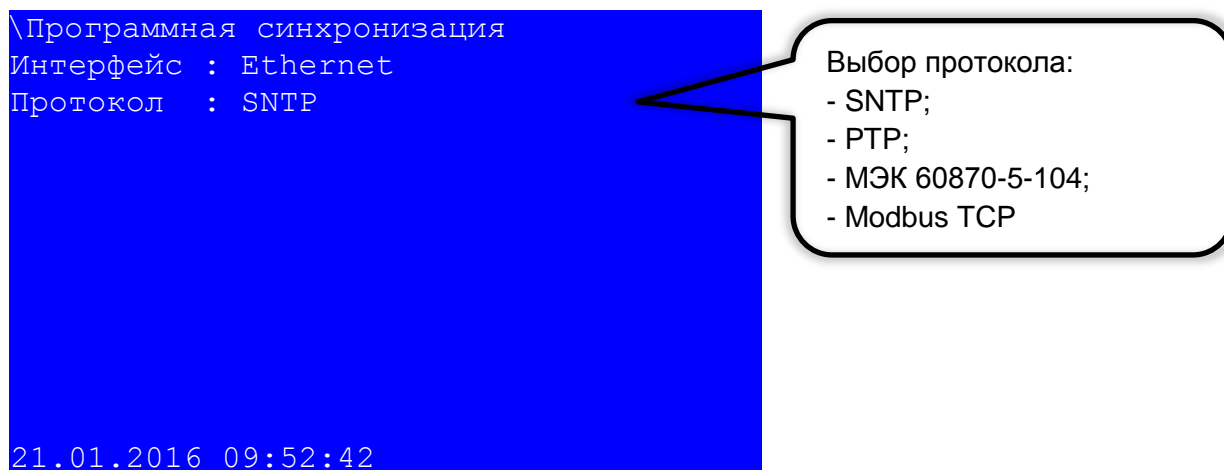

Рисунок 32 – Выбор протокола для интерфейса Ethernet
10.3 Выбрать протокол для синхронизации времени в зависимости от выбранного интерфейса. Для интерфейса Ethernet применимы протоколы: SNTP, PTP, МЭК 60870-5-104, Modbus TCP (см. рисунок 32), для интерфейса COM1, COM2 – МЭК 60870-5-103, Modbus RTU (см. рисунок 33).